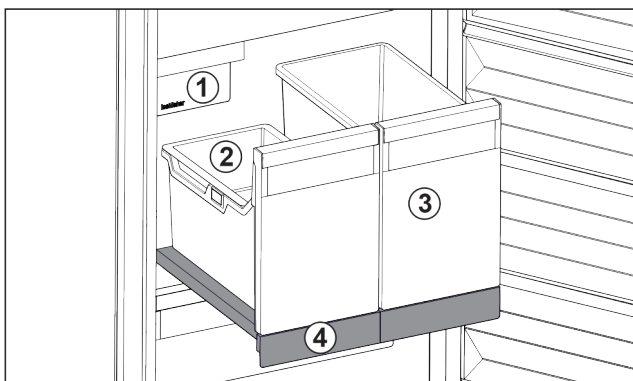

Fig. 99 Ripiano estraibile con IceTower
- (1) IceMaker
- (2) Vaschetta da agganciare per cubetti di ghiaccio
- (3) Contenitori ad es. per pizza, bevande alcoliche
- (4) Ripiano estraibile
Sul ripiano estraibile ci sono due contenitori alti (IceTower). I cubetti di ghiaccio dall'IceMaker vengono raccolti e conservati nel contenitore Fig. 99 (2). Il contenitore Fig. 99 (3) è adatto per conservare alimenti alti come pizze o bevande alcoliche.